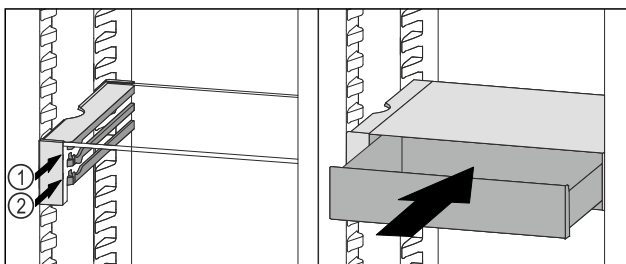

Fig. 111
- ▶ VarioSafe-Schubfach hinter den Stopperrn auf gewünschter Rippe *Fig. 111 (1)* oder *Fig. 111 (2)* aufsetzen.